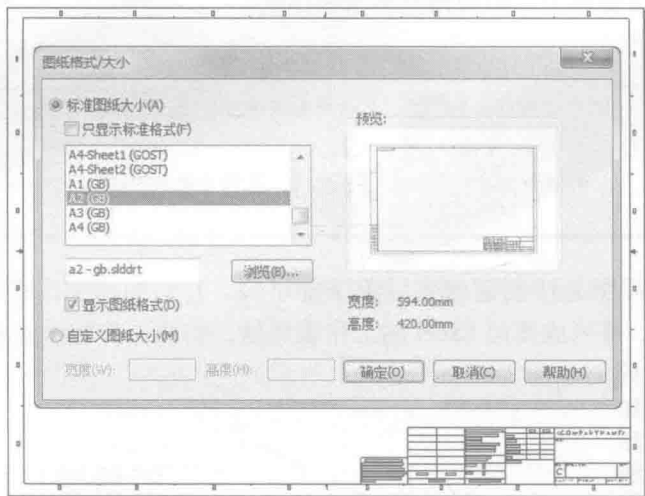

图 1-11 创建新的工程图
创建一个新的工程图文件，选择【标准图纸大小】，不勾选【只显示标准格式】复选框，选择【A2 (GB)】标准的图纸格式，如图 1-11 所示。取消【模型视图】对话框。